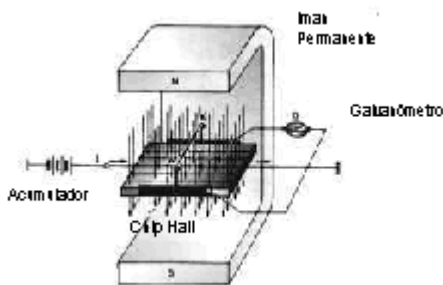

Figura 2.48
El efecto Hall consiste en la producción de cargas eléctricas en una pastilla de semiconductor, con la consiguiente diferencia de potencial entre sus lados, a causa de estar expuesta a un campo magnético y situada perpendicularmente al mismo. Esta pastilla de semiconductor al estar expuesta al campo magnético, es portadora de una tensión eléctrica. Este fenómeno recibe el nombre de efecto Hall (figura 2.48).
En la figura 2.48 se puede observar la medición con el galvanómetro de la diferencia de potencial entre los extremos de una pieza de semiconductor (chip Hall), que está siendo sometida a un campo magnético de un imán permanente, también observe que a esa pastilla Hall se le está aplicando un voltaje con un acumulador de corriente directa.
- 1) **Chip captador de efecto Hall:** elemento semiconductor por el cuál circula una corriente eléctrica. Un campo magnético atraviesa el chip generando un voltaje. Cuando el campo magnético no alcanza el chip, es capaz de aterrizar digitalmente la señal que envía el módulo de encendido o la ECU (figura 2.48).